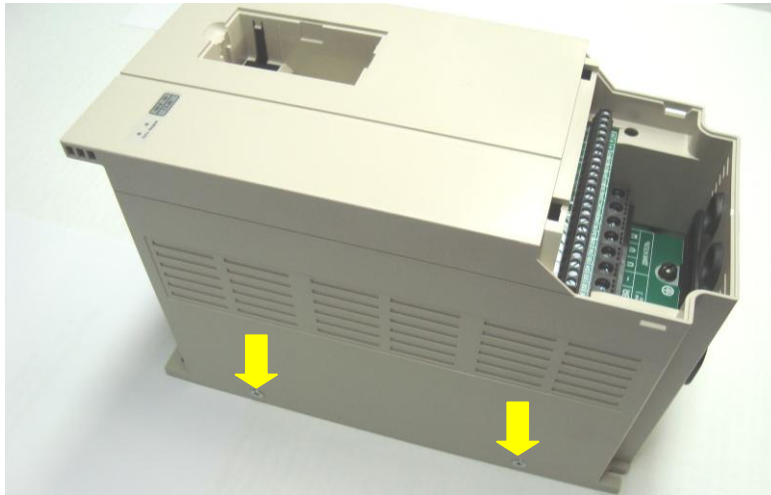

Рис. 7.5
7.3.2. Вкрутить по два винта с правой и левой боковых сторон корпуса (желтые стрелки, рис. 7.5).